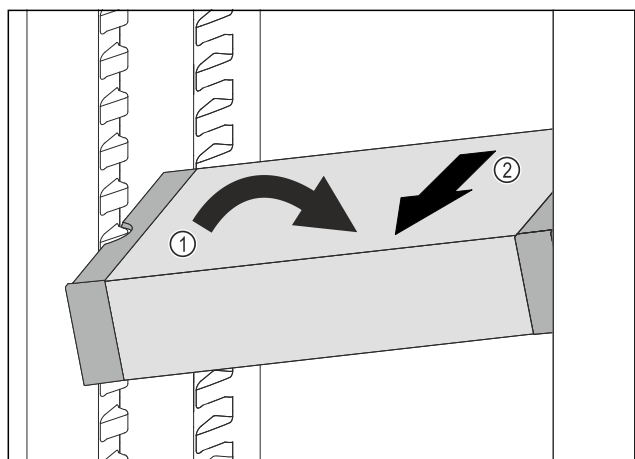

Fig. 152
- ▶ Állítsa ferde helyzetbe a VarioSafe-fiókot a hűtőrészben. Fig. 152 (1)
- ▶ Előrefelé vegye ki a VarioSafe-fiókot. Fig. 152 (2)